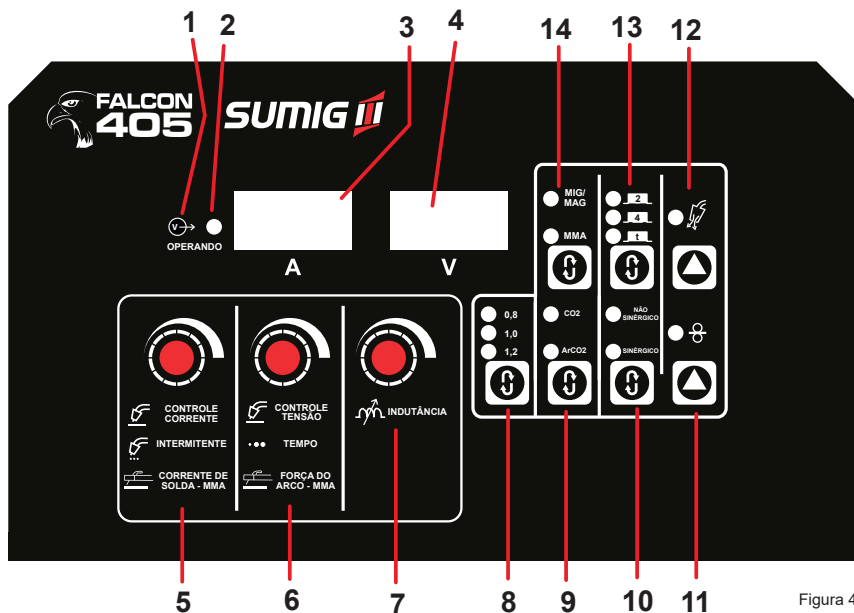

Figura 4
A *figura 4* demonstra a posição e função de cada componente do painel principal. Na *tabela 4* é possível ver a descrição destes itens. Veja abaixo:
6.1.2 Pressione a chave de seleção processos (**posição 14, figura 4**) e selecione MMA.
6.1.3 Ajuste a corrente de soldagem de acordo com o tipo de eletrodo e processo através do Botão de parâmetros (**posição 5, figura 4**).
6.1.4 Selecione a Força do arco através do botão de parâmetro (**posição 6, figura 4**).
7.1.2 Pressione a chave de seleção processos (**posição 14, figura 4**) e selecione MIG/MAG;
7.1.3 Selecione o modo de operação (**posição 10, figura 4**) : Não sinérgico ou Sinérgico;
7.1.4 Selecione o modo de operação do gatilho (**posição 13, figura 4**): 2T/4T ou solda ponto;
7.1.5 Conecte o alimentador de arame no conector correspondente encontrado na fonte de soldagem (**posição 3, figura 4**);